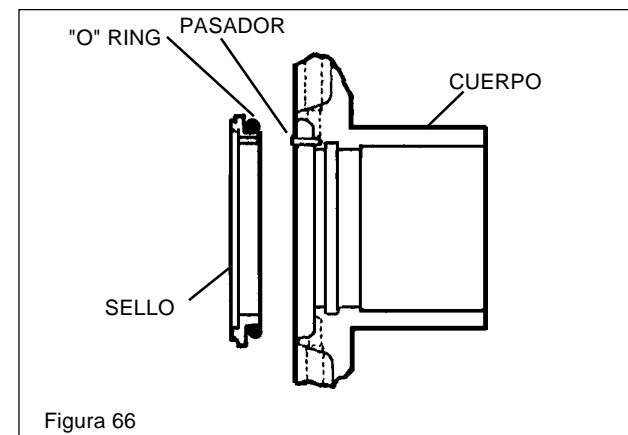

Figura 66
- Inserte el conjunto de sello en el cuerpo enganchando la muesca con el pasador y empujando por el lado opuesto, por encima y hacia adentro, para asentar el "O" ring. (Vea la figura 66)